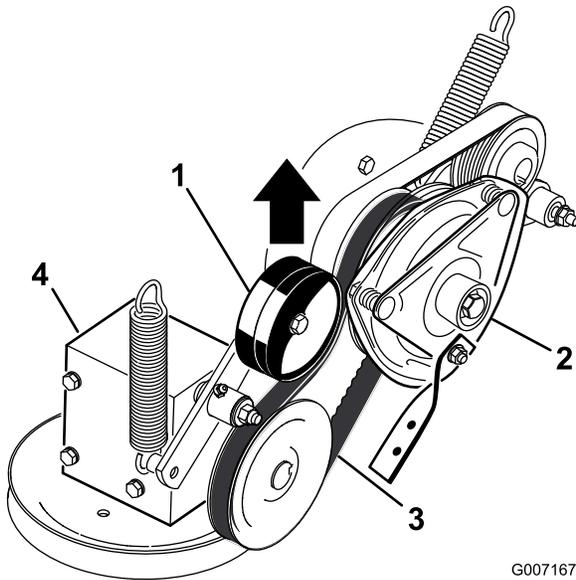

Figura 56
- Tire hacia arriba de la polea tensora tensada con muelle de la correa de la toma de fuerza, y retire la correa de la polea del embrague (Figura 56).
- Tire hacia arriba del brazo tensor tensado con muelle de la correa de la toma de fuerza, e instale esta en la polea del embrague (Figura 56).